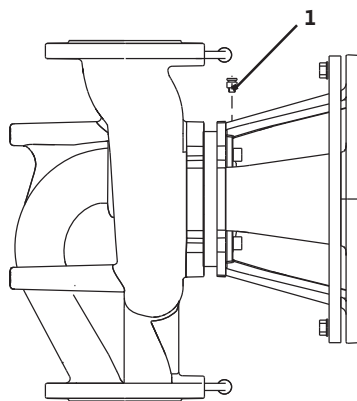

Fig. 40: Oro išleidimo ventilis
- Atlaisvinkite oro šalinimo vožtuvus ir pašalinkite orą iš siurbių (Fig. 40, poz. 1). Veikiant sausa eiga sugadinamas siurblio mechaninis sandariklis. Šalinti oro iš diferencinio slėgio jutiklio negalima (galima sugadinti).